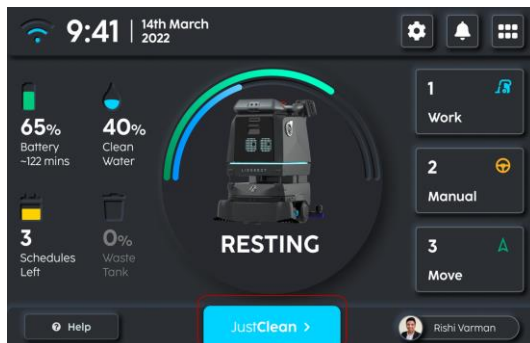

FIGURE 5-12
1. Sur l'écran 'ACCUEIL', sélectionnez 'JustClean™' (Fig. 5-12).